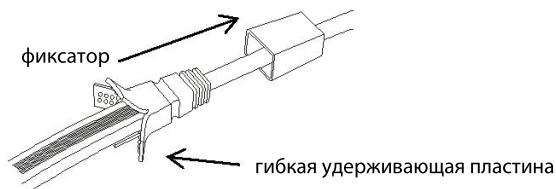

рис. 2
а) сдвиньте фиксатор коннектора на провод (рис. 2);
- б) отогните гибкие удерживающие пластины (рис. 2);